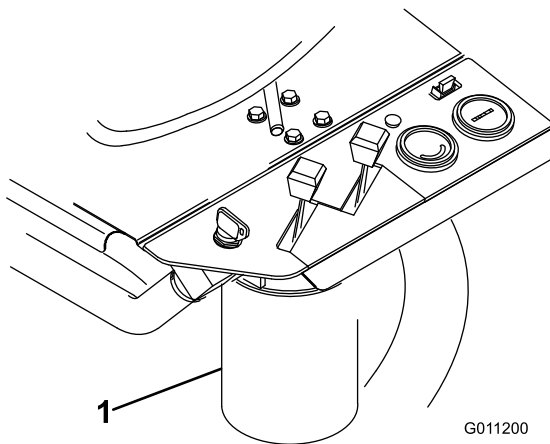

Figura 51
2. Limpe a zona em torno da montagem do filtro (Figura 51). Coloque um recipiente de escoamento debaixo do filtro e retire o filtro.